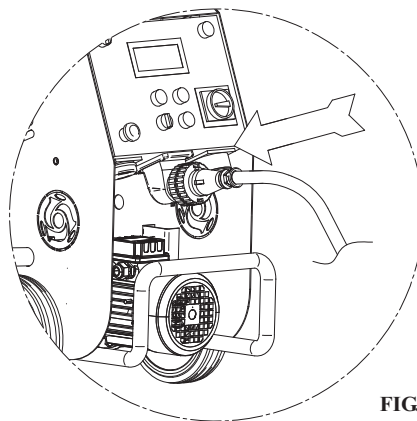

FIG.5
Dopo aver tolto la griglia tramoggia (rif.5), va posizionato sopra la tramoggia (rif.6) e collegato elettricamente al quadro elettrico della macchina (fig.5, rif.12), nel quale si trova il comando di accensione e spegnimento del vibratore.
10.1 ALLACCIAMENTO ELETTRICO (vedi fig.5)